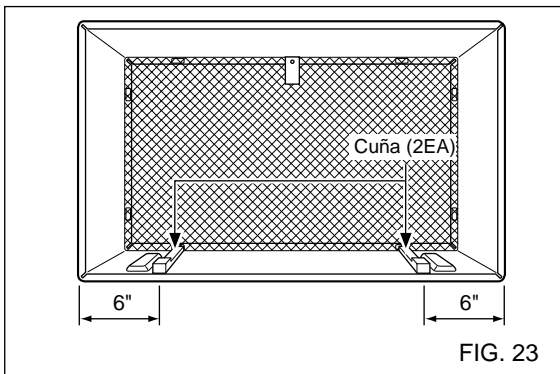

FIG. 23
- 7** Para alcanzar la pendiente adecuada para el drenaje de la unidad, retire la parte posterior de las bandas de cuña de 11-13/16" y acóplelas según se muestra a continuación en la fig. 23. Coloque la parte más alta de la cuña en la parte frontal del pilar en la base del gabinete de pared.